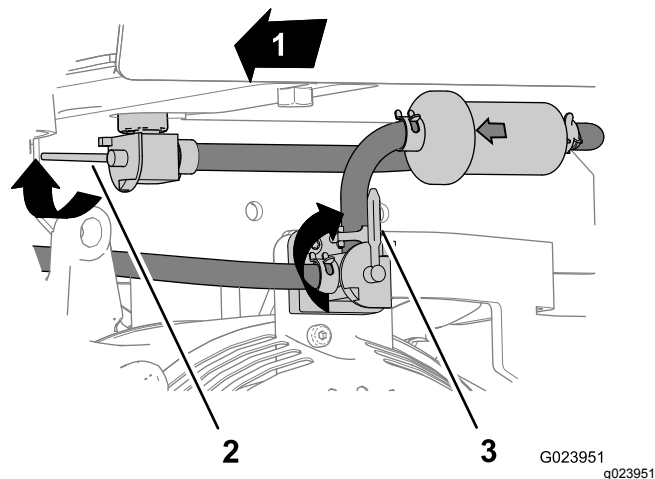

Figura 23
2. Gire la palanca de la válvula de cierre del depósito hacia adelante y hacia arriba a la posición de CERRADO (Figura 23).
4. Gire la palanca del interruptor del motor en sentido horario a la posición de PARADA y deje que el motor se enfríe (Figura 23).
- Abra la válvula de cierre del depósito, accione el interruptor del motor, y compruebe que no hay fugas de combustible (Figura 23).